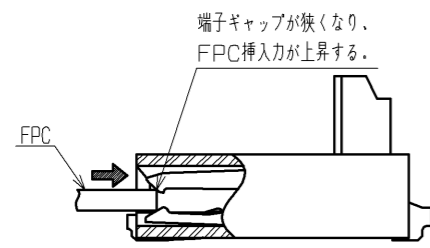

図1
- ・FPC未挿入状態でアクチュエータを閉じると、接点ギャップが狭くなります。そのため、FPC挿入力が上昇することがあります。(図1)